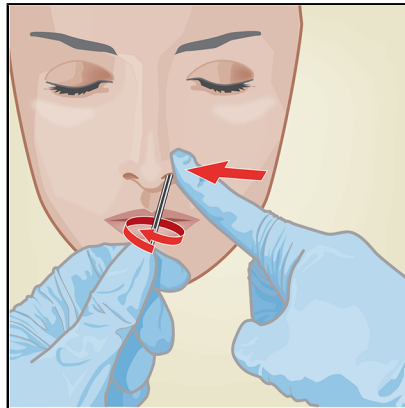

Figure 2. Prélèvement sur écouvillon nasal antérieur dans la première narine
1. Insérer un écouvillon nasal de 1 à 1,5 cm dans une narine. Tourner l'écouvillon contre la paroi interne de la narine pendant 3 secondes en exerçant une pression avec le doigt sur l'extérieur de la narine (voir la Figure 2).